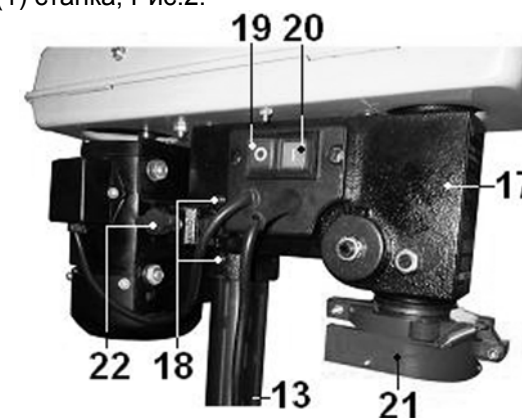

Рис. 3
9.4. Аккуратно установите на колонну (13) шпиндельную головку станка (17), Рис.3, предварительно ослабив винты фиксации (18), Рис.3. Поворачивая шпиндельную головку (17) на колонне (13), Рис.3, убедитесь, что она «села» до упора. Положение шпиндельной головки зафиксируйте винтами фиксации (18), Рис.3.
10.3. Станок оснащен магнитным пускателем, предотвращающим самопроизвольное включение после отключения питания, Рис.3. Включение станка производится нажатием на зелёную кнопку (20), отключение станка производится нажатием на красную кнопку (19), Рис.3.
10.6. При открытии верхнего кожуха (8) ременной передачи, Рис.2,8, произойдет размыкание конечного выключателя (37), и станок отключится. Включение станка возможно только после закрытия верхнего кожуха (8) ременной передачи, Рис.2,8 и нажатия на зеленую кнопку включения (20), Рис.3. (см. п.10.3.). Если станок не включается, выполните регулировку положения кулачка (38).